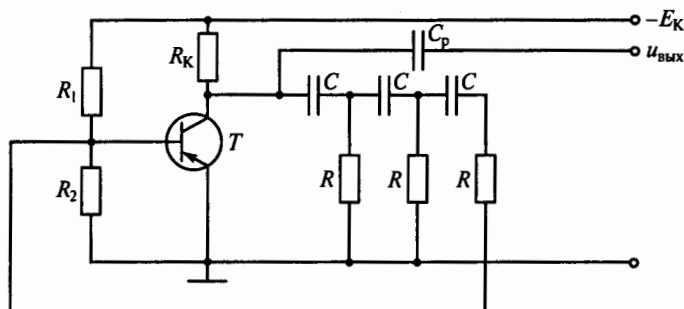

Рис. 212
**8.40.** В схеме RC-автогенератора на рис. 212 положительная обратная связь образована тремя RC-звеньями, каждое из которых обеспечивает одинаковый фазовый сдвиг  $60^\circ$ . Является ли такое соотношение фазового сдвига обязательным?